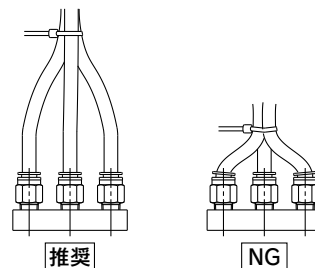

図2 結束バンドで配管を束ねた場合
- また、結束バンドなどで配管を束ねる場合には継手に外力が加わらないよう配管願います。(図2参照)